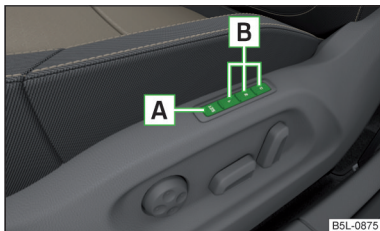

Fig. 57
Pe butoanele de memorare **B** de la scaunul șoferului poate fi memorat reglajul scaunului șoferului și poziția oglinzilor retrovizoare exterioare » fig. 57.
- ▶ Țineți apăsat butonul SET **A** » fig. 57 și apăsați în decurs de 10 s simultan butonul de memorare dorit **B**. Memorarea este confirmată printr-un semnal acustic.
- ▶ Cuplați contactul și apăsați butonul de memorare dorit **B** » fig. 57.
- ▶ Mențineți apăsată tasta de memorare dorită **B** » fig. 57.
- ▶ Mențineți apăsată o tastă oarecare de memorare **B** » fig. 57 la pagina 73.
- Mențineți apăsată tasta **SET** **A** » fig. 57 la pagina 73. Apăsați simultan tasta **⏏** de pe cheia cu telecomandă, în decurs de 10 secunde. Dezactivarea este confirmată printr-un semnal acustic.